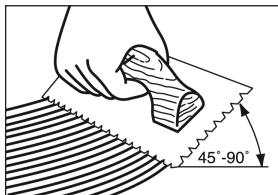

Figura 9
- Sostenga el palustre firmemente a un ángulo mínimo de 45° (Figura 9) contra el contrapiso para obtener un índice de cobertura de 40-60 pies² (4- 5.5 m²) por galón índice de cobertura (30-35 pies² por galón para Summit con el palustre Summit All-In-One incluido). El palustre dejará crestas de adhesivo y muy poco adhesivo entre las crestas. Esto le permitirá ver todavía los cordones de tiza entre las crestas y proporcionar el índice de cobertura recomendado.